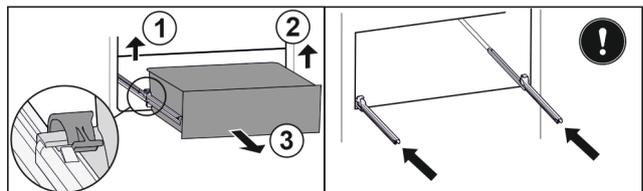

Fig. 70
- ▶ Linke Klemme anheben und gleichzeitig Schubfach links nach vorne ziehen. Fig. 70 (1)
- ▶ Rechte Klemme anheben und gleichzeitig Schubfach rechts nach vorne ziehen. Fig. 70 (2)
- ▶ Schubfach nach vorne entnehmen. Fig. 70 (3)